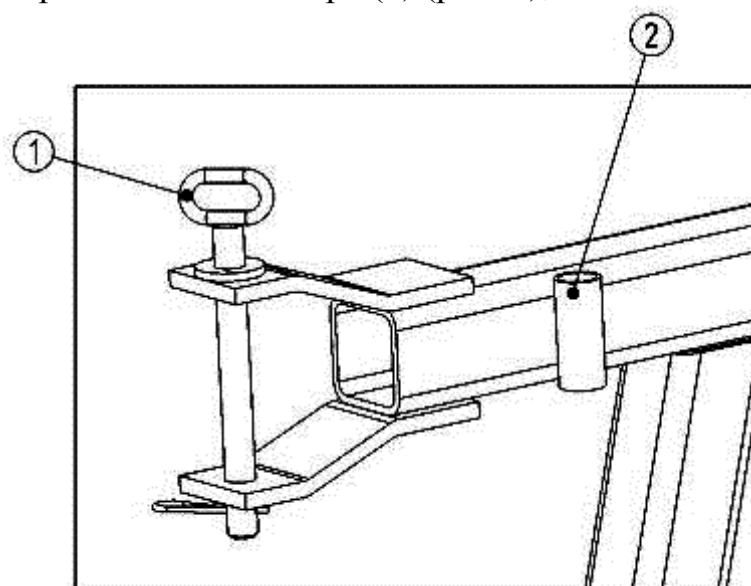

Рисунок 8.
- Вынуть 4 предохранительных штыря (1) (рис. 8), поместив их в опоры (2).
- Установить 4 предохранительных штыря (1) (рис. 8) (не забудьте их зафиксировать).